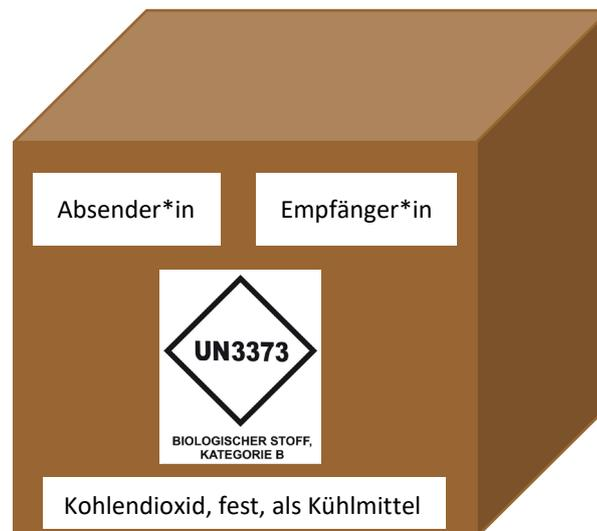

Abbildung 2: Kennzeichnung der Verpackung für biologische Proben (UN3373) mit Trockeneis für den Transport im Straßenverkehr
8. Pappkarton mit dem Gefahrgutaufkleber „UN3373, Biologischer Stoff, Kategorie B“ (Mindestabmessung Seitenlänge Raute 5 cm x 5 cm, Buchstaben und Ziffern mit einer Zeichenhöhe von mindestens 6 mm), der Kennzeichnung „Kohlendioxid, fest, als Kühlmittel“ sowie Angaben zu Absender\*in und Empfänger\*in versehen (s. Abbildung 2, je nach gewähltem Transportdienst können zusätzliche Angaben und/oder Kennzeichnungen erforderlich sein)